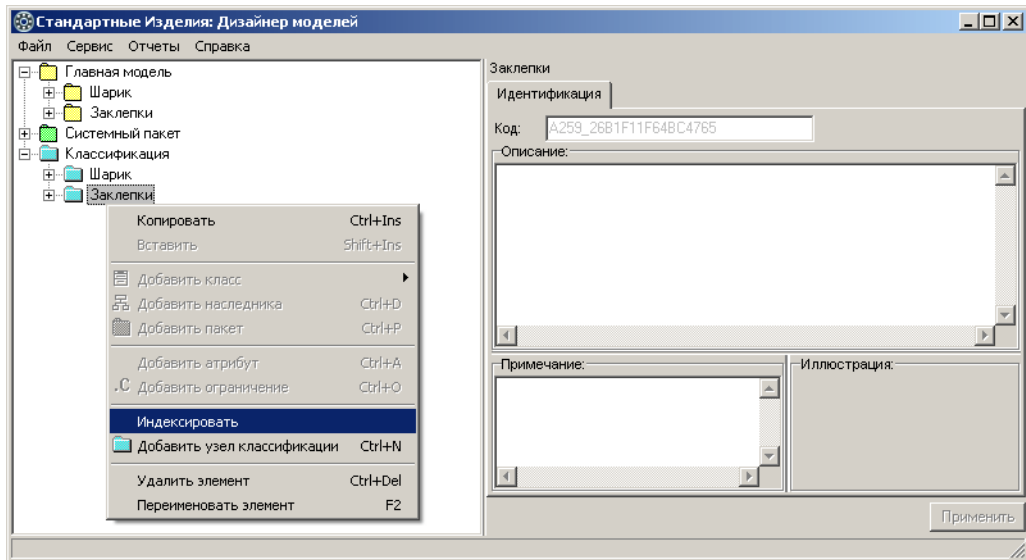

Рис. 5.2.
1. Укажите пакет в классификации и вызовите из контекстного меню команду **Индексировать** (рис. 5.2).